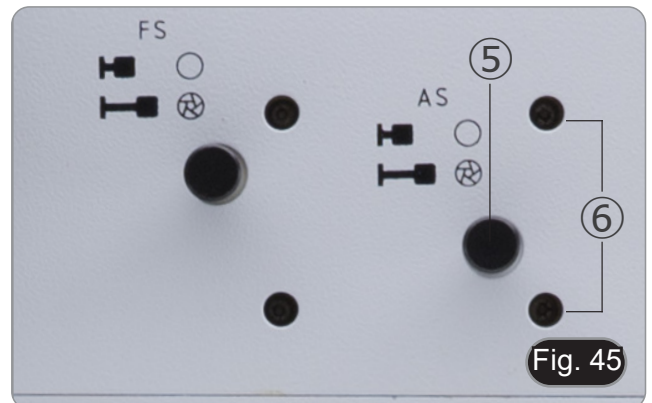

Fig. 45
2. Tirez complètement le sélecteur du diaphragme de ouverture ⑤ pour fermer complètement le diaphragme. (Fig. 45)
4. En regardant dans le support d'oculaire vide, utilisez les vis à six pans creux fournies et utilisez les deux vis de centrage ⑥ pour placer l'image du diaphragme au centre du champ de vision. (Fig. 45)